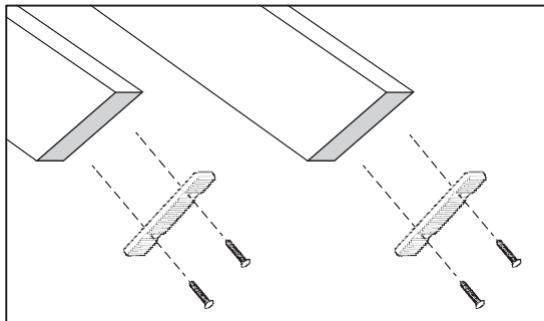

FIGURA 11
E. Instale el tacón de plástico a extremos inferiores del riel con piñas de 1" incluidas. Taladre agujeros guía de  $1/16"$  en la madera antes de instalar las piñas para evitar daños en el riel (Figura 11).